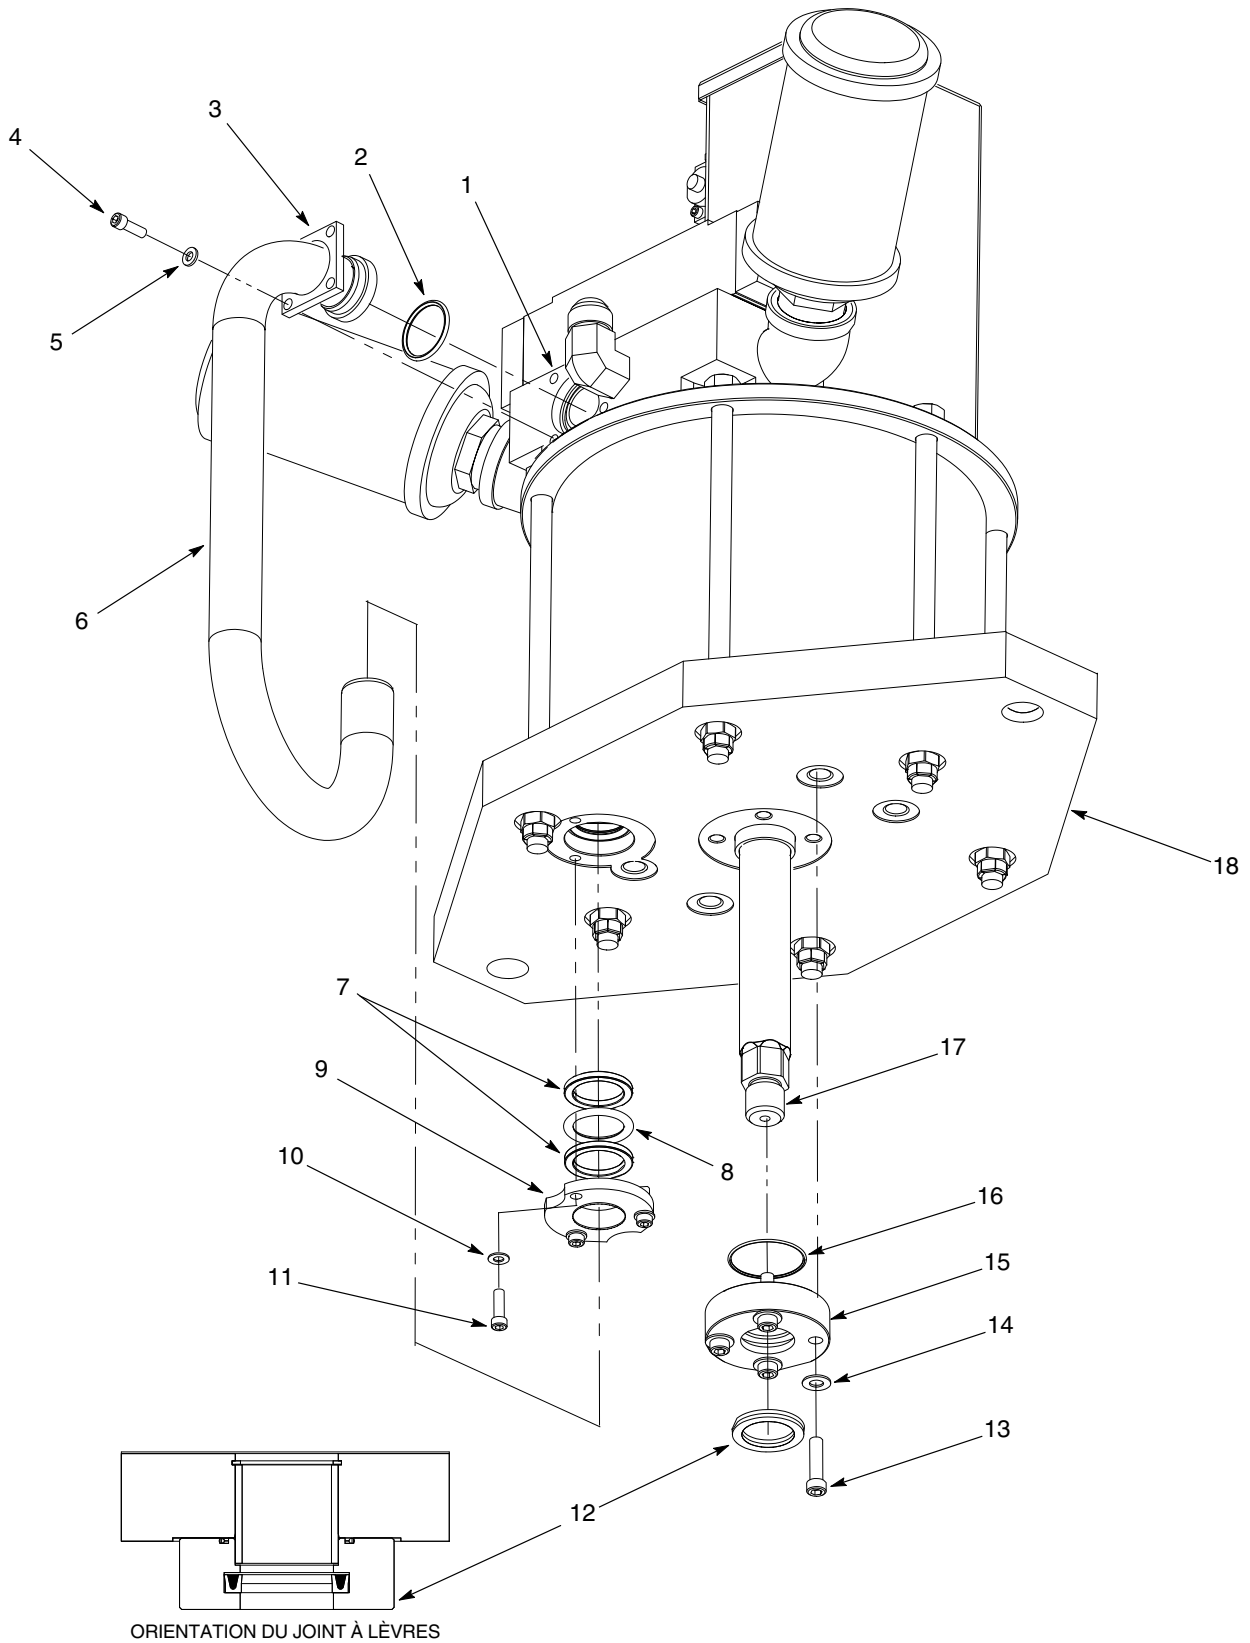

Figure 11 Remplacement des joints de la plaque de base
1. Voir la Figure 11. Retirer les vis (4) et les rondelles (5) qui fixent l'élément de retenue supérieur (3) du tube d'alimentation au distributeur d'air (1).
2. Retirer les vis (11) et les rondelles (10) qui fixent l'élément de retenue inférieur (9) du tube d'alimentation à la plaque de base (18).
3. Retirer le tube d'alimentation (6) du distributeur d'air (1) et de la plaque de base (18).
5. Retirer le joint torique (2) du distributeur d'air (1). Retirer les joints quadrilobes (7) et le joint torique (8) de la plaque de base (18). Mettre les joints quadrilobes et le joint torique au rebut.
1. Voir la Figure 11. Lubrifier les joints quadrilobes (7) et le joint torique (8) avec de la graisse TFE. Poser les joints quadrilobes et le joint torique dans la plaque de base (18) comme illustré.
2. Monter l'élément de retenue inférieur sur la plaque de base (18) à l'aide des rondelles (10) et des vis (11). Pour l'instant, ne serrer les vis qu'à la main.
3. Lubrifier le joint torique (2) du distributeur d'air avec de la graisse TFE et le poser dans le distributeur d'air (1).
4. Monter l'élément de retenue supérieur (3) sur le tube d'alimentation (6).
5. Insérer prudemment la portion inférieure du tube d'alimentation (6) à travers l'élément de retenue inférieur (9) et dans la plaque de base (18).
6. Insérer prudemment la portion supérieure du tube d'alimentation (6) dans le distributeur d'air (1).
7. Fixer l'élément de retenue supérieur (3) au distributeur d'air (1) à l'aide des vis (4) et des rondelles (5). Serrer les vis à 10-12 ft-lb (13-16 N•m).
8. Serrer les vis de l'élément de retenue inférieur (11) à 10-12 ft-lb (13-16 N•m).
1. Voir la Figure 11. Retirer les vis (13) et les rondelles (14) qui fixent l'élément de retenue de la tige du piston (15) à la plaque de base (17).
2. Retirer le joint torique (16) et le joint à lèvres (12) de l'élément de retenue de la tige du piston (15). Mettre le joint torique et le joint à lèvres au rebut.
3. Lubrifier le joint torique (16) et le joint à lèvres (12) neufs avec de la graisse TFE. Insérer le joint torique et le joint à lèvres dans l'élément de retenue de la tige du piston (15) comme illustré.
4. Monter l'élément de retenue de la tige du piston (15) sur la plaque de base (17) à l'aide des vis (13) et des rondelles (14). Serrer les vis à 22-25 ft-lb (30-33 N•m).